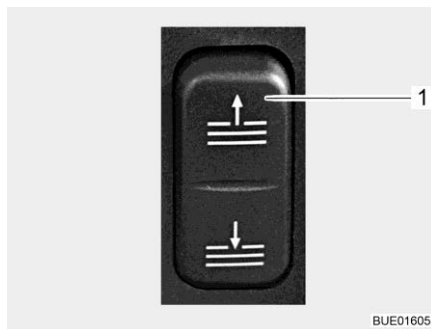

Bild 20 Schalter für Frontscheibenverdunklung
- Frontscheibenverdunklung öffnen. Dazu obere Hälfte des Schalters (Bild 20,1) drücken.